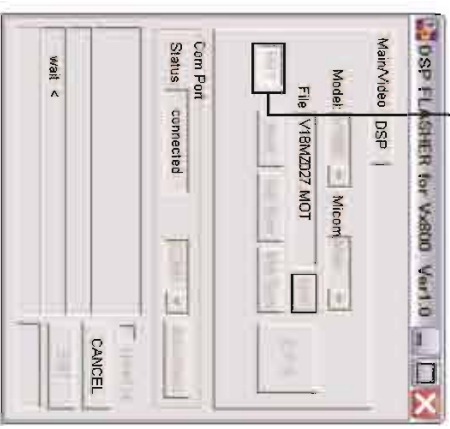

Fig. 7
4. Press the [RDY] button (Fig. 7)
4. [RDY] ボタンを押します。(Fig. 7)